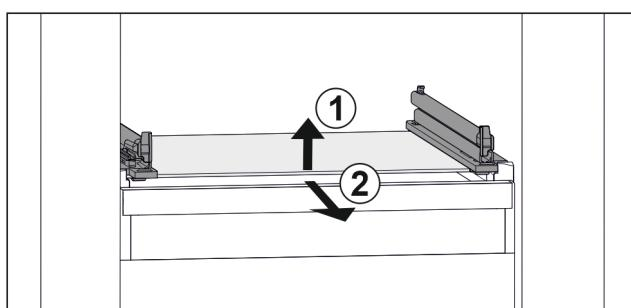

Fig. 45 Примерно изображение на стъклена плоча
- Повдигнете стъклената плоча отпред. Fig. 45 (1)
- Извадете стъклената плоча напред. Fig. 45 (2)